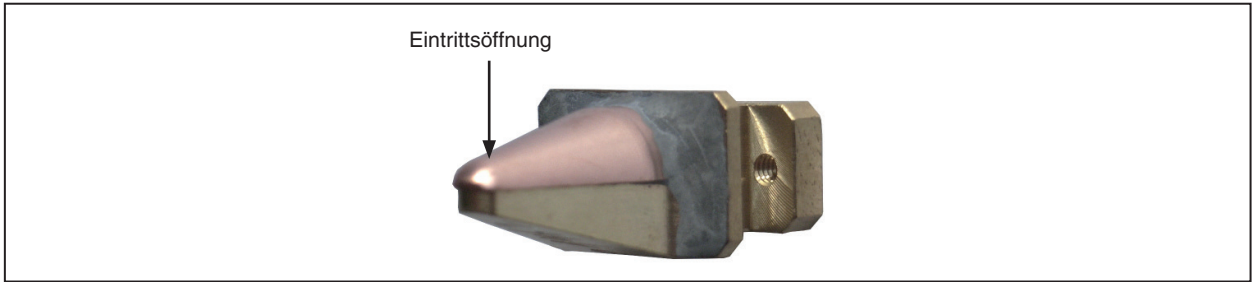

Abb. 7.2: Eintrittsöffnung (Pinhole) in der Messspitze.
5. Setzen Sie die neue Messspitze vorsichtig in die Drehscheibe ein (Achtung, die Eintrittsöffnung befindet sich auf der gewölbten Seite, siehe Abb. 7.2)